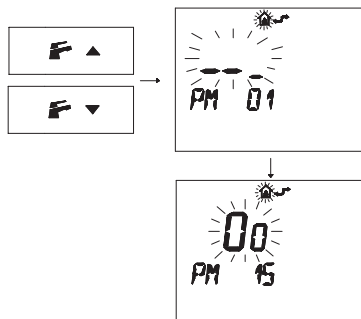

Figura 5.26
- Premere i pulsanti o per visualizzare la programmazione "PM15" abilitazione della sonda esterna (Figura 5.26).